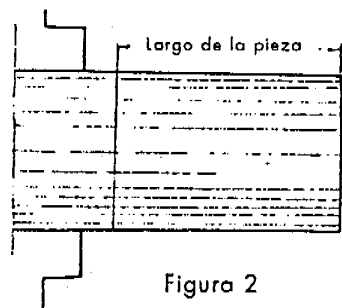

Figura 2
1. Deje fuera de las mordazas del plato una longitud de material mayor que la parte a cilindrar (Figura 2) pero menor que 3 diámetros.